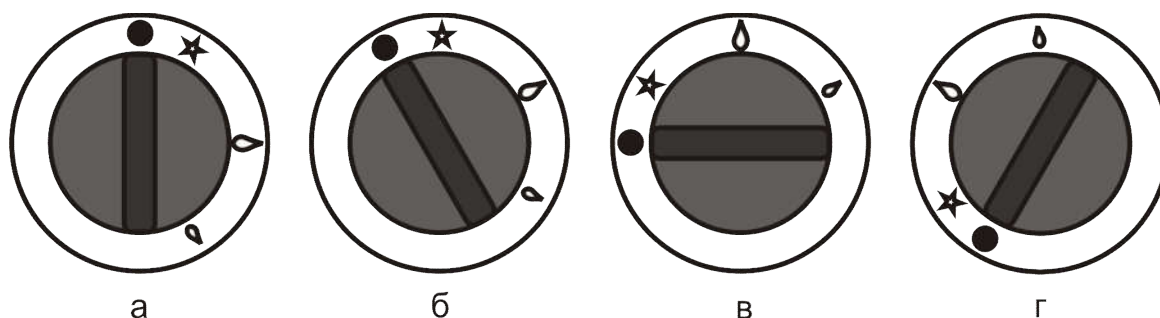

Рис. 2. Соответствие положения ручки крана режиму работы горелок
- Убедитесь в том, что ручки кранов находится в положении, соответствующем закрытому состоянию (рис.2а). Если кран находится в открытом состоянии, переведите его в закрытое состояние, слегка нажав на ручку крана и повернув ее по ходу часовой стрелки до упора.
После окончания работы с устройством необходимо перевести ручки кранов в закрытое состояние (рис.2а) и закрыть кран газопровода.
Внимание! При первом включении устройства, а также после каждой замены баллона СУГ необходимо выпустить воздух из газового тракта. Для этого удерживайте ручку крана в нажатом состоянии в положении «розжиг запальной горелки» (рис. 2б) в течение 1-2 минут, либо до появления запаха газа, после чего можно приступить к розжигу горелок.
- В исходном состоянии ручка крана находится в положении, соответствующем закрытому состоянию крана (рис.2а).
- Нажав на ручку крана до упора и, удерживая её в нажатом состоянии, поверните её против хода часовой стрелки в положение «розжиг запальной горелки» (рис.2б). Через 3 - 5 секунд поднесите источник огня к запальной горелке через смотровое окно или нажмите кнопку пьезорозжига. Если горелка не зажглась, отпустите ручку крана и, при повторном нажатии на ручку, вновь поднесите источник огня к запальной горелке или нажмите кнопку пьезорозжига. После появления пламени в запальной горелке, удерживайте ручку крана в нажатом состоянии в течение 5-10 секунд, до срабатывания предохранительного клапана, кнопку пьезорозжига при этом можно отпустить. Затем отпустите ручку управления и убедитесь, что запальная горелка горит. Если запальная горелка погасла, следует повторить процедуру розжига.
- При повороте ручки крана, с легким нажимом на нее, против хода часовой стрелки – кран открывается и осуществляется розжиг основной горелки. Положение крана в режиме «максимальное пламя» и «малое пламя» представлено на рис. 2в и рис. 2г, соответственно.
- При повороте ручки по ходу часовой стрелки в положение «розжиг запальной горелки» (рис. 2б) – главная горелка гаснет, а запальная горелка остается зажженной (дежурный режим).
- Для выключения запальной горелки необходимо слегка нажать на ручку крана и повернуть ее по ходу часовой стрелки до упора в положение «кран закрыт» (рис.2а).
- Включите горелку и переведите ручку крана соответствующей горелки в режим «малого пламени» (рис.2в).